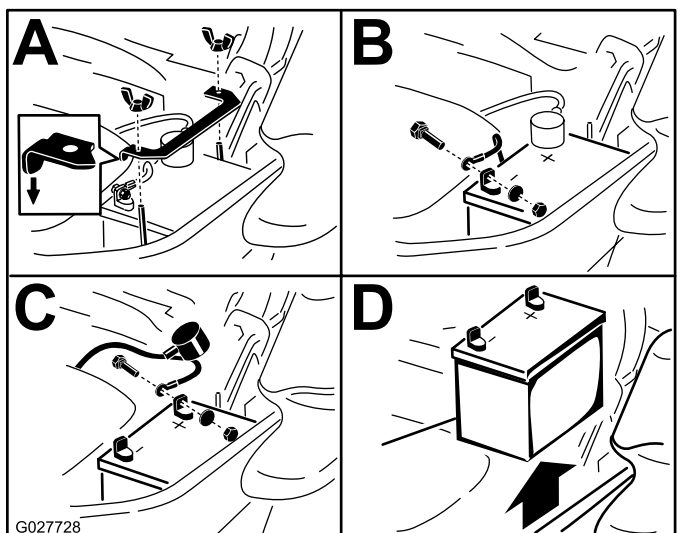

Figure 74
3. Retirez la batterie, comme montré à la Figure 74.